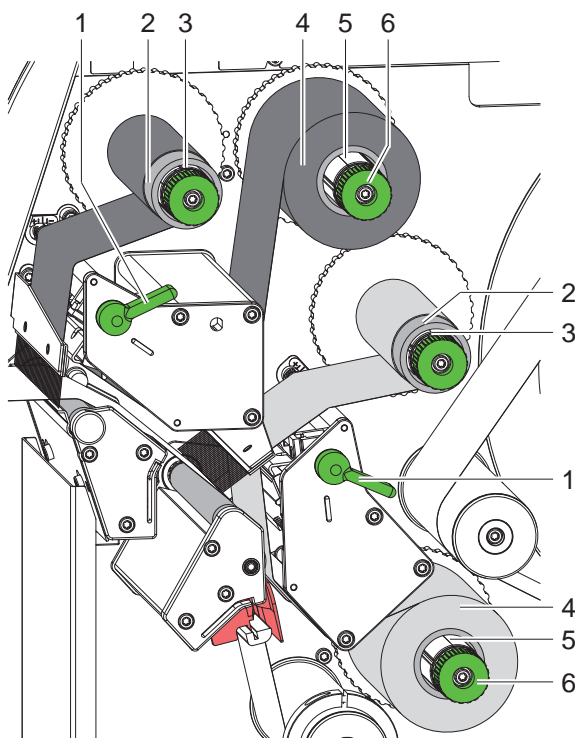

Figura 14 Colocar la lámina de transferencia
2. Girar la palanca (1) en sentido contrario a las agujas del reloj para elevar el cabezal de impresión.
3. Deslizar el rollo de lámina de transferencia (4) sobre el desenrollador (5), de modo que después de introducirlo, el recubrimiento de color de la lámina quede sobre el lado apartado del cabezal de impresión.
4. Sujetar el desenrollador (5) y virar el botón giratorio (6) en el sentido contrario al de las agujas del reloj, hasta que el rollo quede fijado.
5. Deslizar un núcleo adecuado (2) sobre el rebobinador de láminas de transferencia (3), y fijarlo de una forma análoga al rollo de lámina.
6. Pasar la lámina de transferencia a través del mecanismo de impresión, tal y como se muestra en la figura 14. La línea de rayas es válida para cintas con lado de revestimiento bobinado en el exterior.
7. Fijar el inicio de la lámina de transferencia al núcleo de la lámina de transferencia (2) con una tira adhesiva. Debe tenerse en cuenta que la dirección de rotación del rebobinador de la lámina de transferencia transcurra en sentido contrario a las agujas del reloj.
8. Girar el rebobinador de la lámina de transferencia (3) en sentido contrario a las agujas del reloj para alisar el recorrido de la lámina de transferencia.
9. Girar la palanca (1) en el sentido de las agujas del reloj para bloquear el cabezal de impresión.